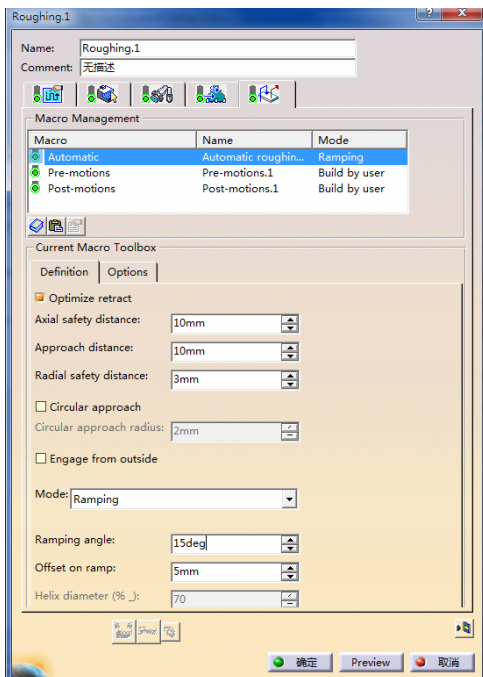

图 3-112 进刀、退刀路径选项卡（2）
- 在“Macro Management”区域中的列表框中选择“Automatic”，在“mode”下拉列表中选择“Ramping”，设置其他参数如图 3-112 所示。